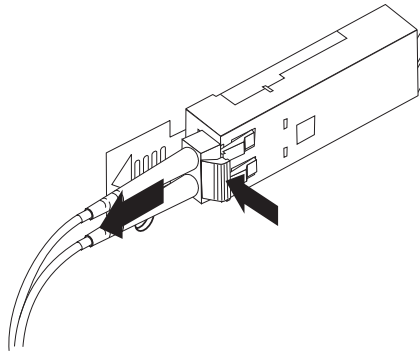

Figura 34. Removendo o cabo Fibre Channel LC-LC
2. Enquanto pressiona a alavanca do cabo para baixo, puxe cuidadosamente o conector para remover o cabo do módulo SFP, como mostra a Figura 34.